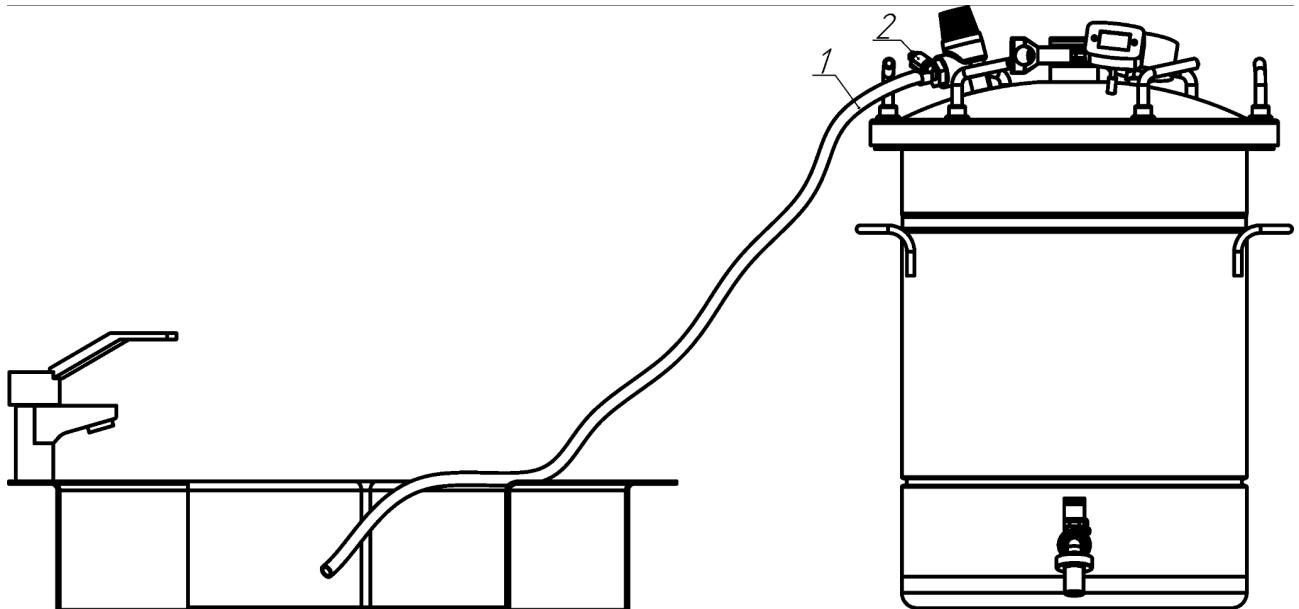

Рисунок 2 - Установка шланга для выхода избыточного давления (горячего пара) из автоклава
- установить в верхнюю часть бака силиконовую прокладку (6);
- накрыть автоклав крышкой (5) и плотно зафиксировать её с помощью винтов (16) (6 шт.);
- на штуцере «ёлочка» (11) клапана сброса избыточного давления (10) с помощью хомута зафиксировать шланг;
- с помощью шланга соединить штуцер (11) с термостойкой емкостью (кухонная раковина, иные металлические ёмкости, термостойкий пластик и т.п.) (Рисунок 2).